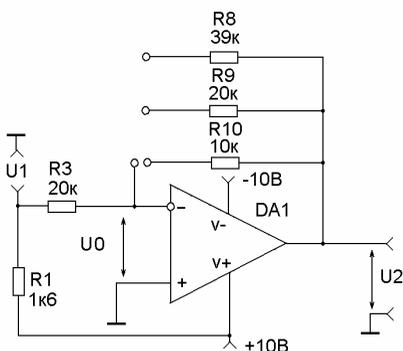

Рис. 5. Инвертирующее включение ОУ
1. Собрать схему инвертирующего включения ОУ (рис. 5). Экспериментально определить коэффициенты передачи по напряжению схемы при различных значениях сопротивлений в цепи обратной связи R8, R9 и R10. Рассчитать коэффициенты